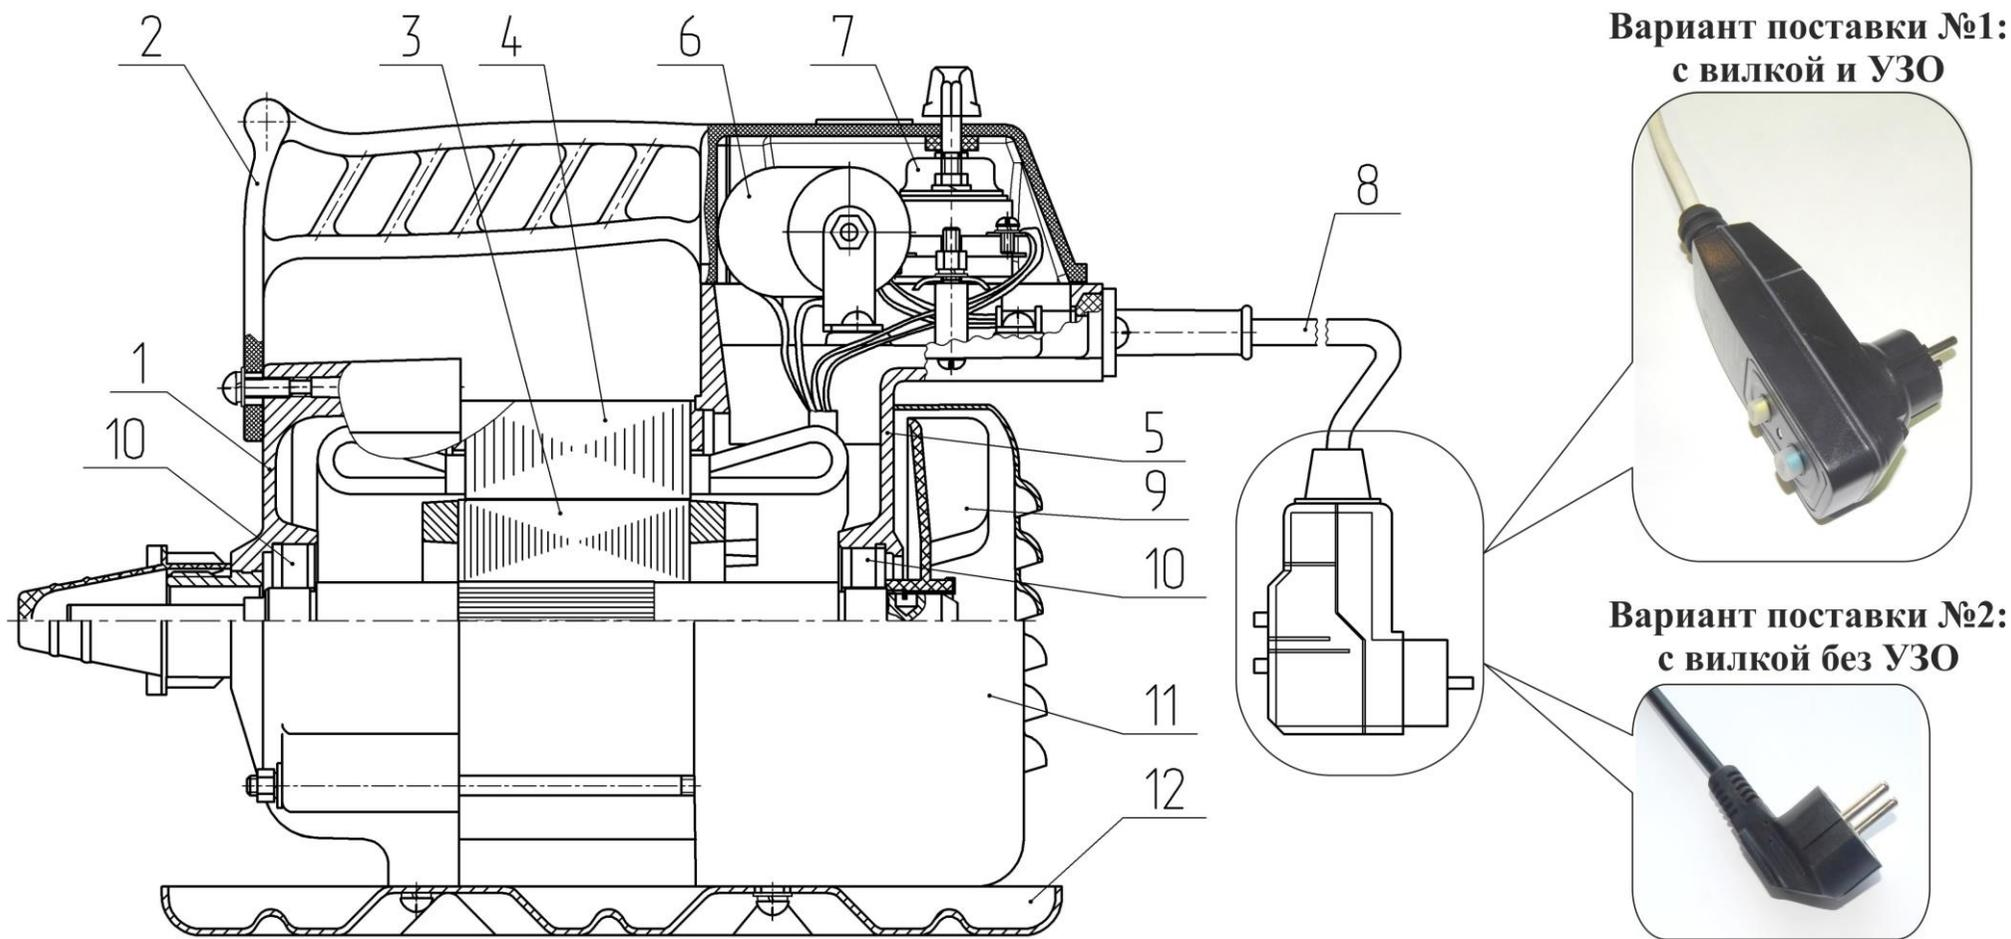

Рисунок 1. Электроприводы ЭПК – 1300, ЭПК-1800
4.1 Электроприводы (рисунок 1) могут поставляться в двух вариантах по согласованию с заказчиком:
7.1 Электроприводы (рисунок 1) могут поставляться в двух вариантах по согласованию с заказчиком:
- развернуть резьбовые соединения электропривода (рисунок 1), снять ручку-крышку (2), отсоединить от контактов выключателя (7) токоподводящий провод (8) и выводные провода обмотки статора (4) (при необходимости), снять подшипниковые щиты (1) и (5).